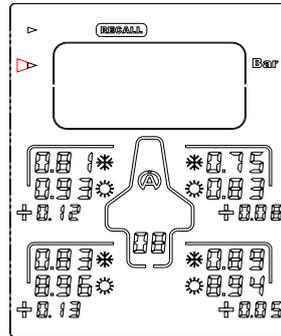

図 7
2) ボタン  と  を使い 《 FACE 》を選択 (図 7)